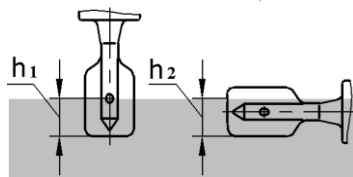

Рисунок 1
1.2.2 Глубина срабатывания (включения) **СУ** в нормальных условиях при погружении от кромки лопаток камертона до уровня контролируемой среды (среды большей плотности, см. рисунок 1), мм:
Дискретный сигнал – изменяется скачкообразно при пересечении уровня срабатывания (п.1.2.2 и рисунок 1).